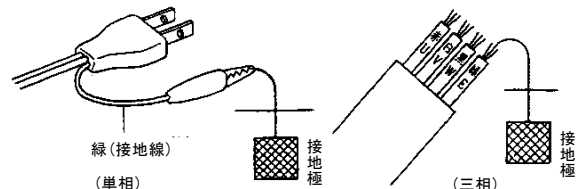

図 7
- a) 単相の場合は図 7 のワグクリップ[®]を利用して接地してください。
- b) 三相の場合は図 7 に示すように四芯のうち緑色の線（ラベル E）を接地してください。また緑色を絶対に電源につながらないでください。接地は電気設備技術に従って、確実に行ってください。